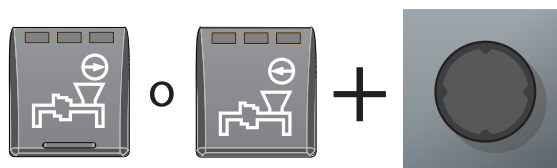

Figura 19
3. Mantenga presionado el botón de avance o reversa de la bomba de concreto en el control remoto colgante mientras presiona simultáneamente el botón de cambio del ariete junto a la caja de agua; ambos botones deben presionarse a menos de medio segundo entre sí para mover los cilindros diferenciales (Figura 19). Para detener los cilindros diferenciales, suelte el botón de avance o reversa de la bomba de concreto o el botón de cambio de ariete. Para activar nuevamente el cilindro diferencial, suelte cualquier botón presionado, luego presione simultáneamente los botones de avance o reversa de la bomba de concreto y el botón de cambio de ariete de nuevo.